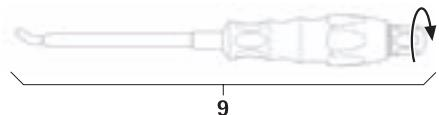

Fig. 15
- ▶ Montar el instrumento de inserción de varilla 9, ver Fig. 15.